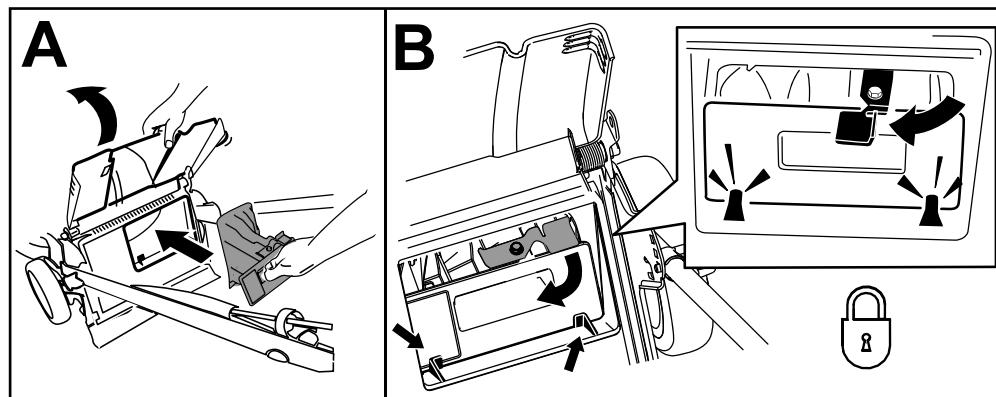

Figura 16
**Importante:** Asegúrese de que el tapón trasero está bloqueado en su sitio. Para bloquear el tapón, levante el deflector trasero (Figura 16, A), introduzca el tapón y presione firmemente hasta que encaje detrás de las pestañas y gire la palanca del tapón a la izquierda (Figura 16, B).
**Nota:** Para desbloquear el tapón trasero, gire la palanca del tapón a la derecha (Figura 16).